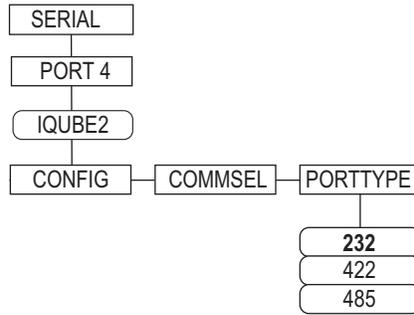

Figura 3. Parámetro PORTTYPE
- Cambie el parámetro PORTTYPE (TIPO DE PUERTO) del puerto 4 a 422 (consulte la Figura 3).